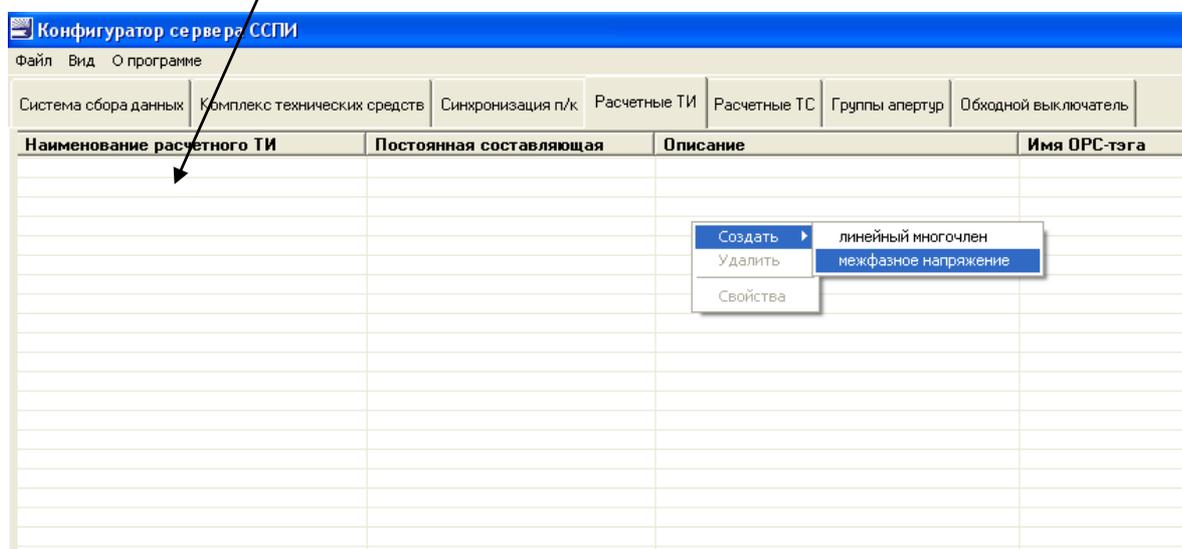

Рисунок 51. Закладка «Расчетные ТИ» и контекстное меню для списка расчетных ТИ
- 1) Перейдите на закладку «Расчетные ТИ» (см. рисунок 51).